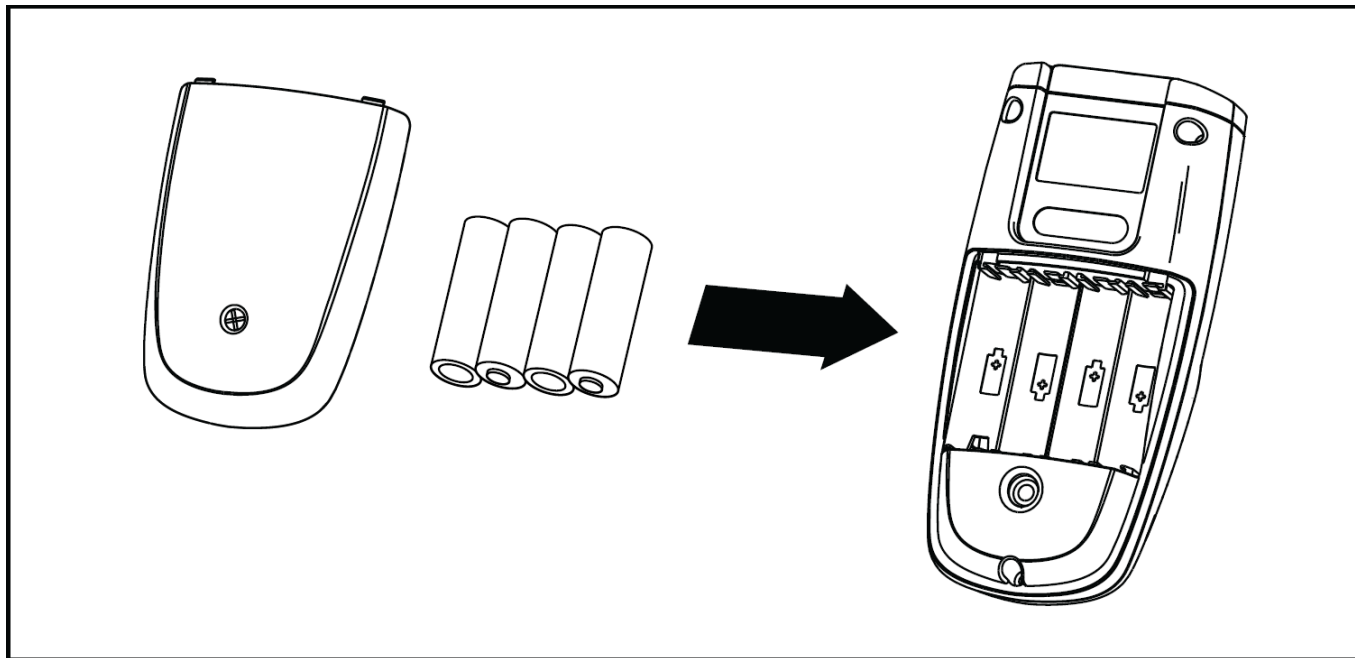

Рис. 5. Замена батарей
Прибор работает от четырех батарей типа АА (в комплекте). Чтобы заменить батареи, выполните следующее (см. Рис. 5):
5. Замените батареи в соответствии с Рис. 5. Соблюдайте полярность батарей, указанную в батарейном отсеке.